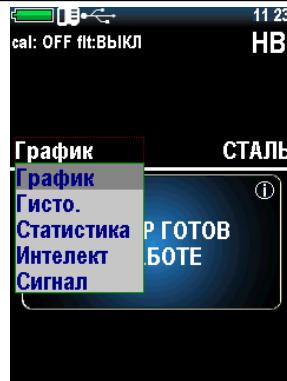

Рисунок 2.8 – Выбор режима измерения
7. Выбрать нужный режим измерения (см. п. 2.3.6), для чего нажатием клавиши « MODE» открыть меню выбора (рис. 2.8), где клавишами «» и «» выбрать нужный режим («ГРАФИК», «ГИСТО.», «СТАТИСТИКА», «ИНТЕЛЛЕКТ», «СИГНАЛ»).